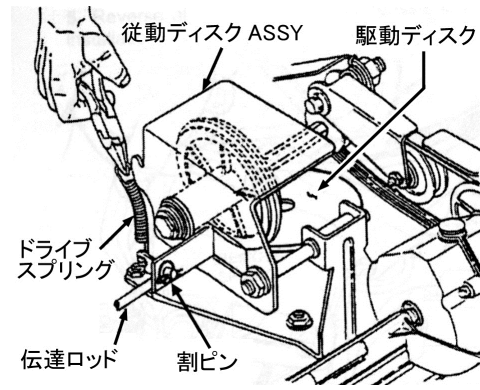

図 6-8
2. 従動ディスクAssyからドライブスプリングを外します。(図6-8)